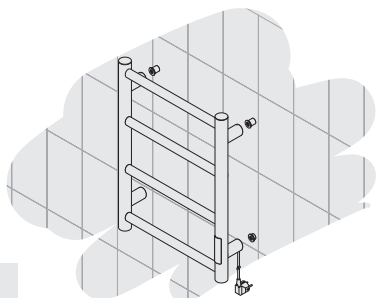

Рис. 2
4.1.3. Сделать метки на стене (рис. 1). При установке полотенцесушителя с сетевым шнуром используются четыре точки крепления (рис. 2).